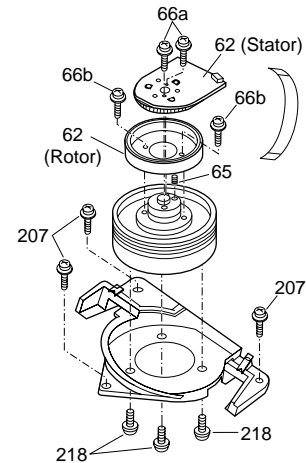

Fig. 10
- Dévisser 2 vis (Pos. 66a, Fig. 10) et enlever le stator.
- Dévisser 2 vis (Pos. 66b, Fig. 10) et enlever le rotor.
- Dévisser 3 vis (Pos. 207, Fig. 10).
- Dévisser 3 vis (Pos. 218, Fig. 10).